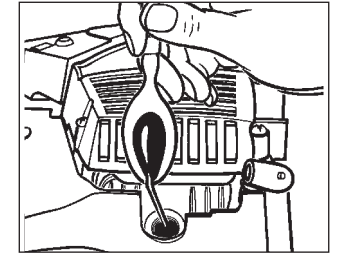

Fig. 19
5. Versez 1 cuillerée à thé d'huile 2 temps propre dans la chambre de combustion. Tirez lentement le cordon du démarreur plusieurs fois pour lubrifier les éléments internes. Remplacez la bougie (Fig. 19).